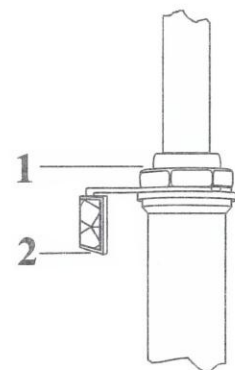

Рис.6
2. Снимите гайку 1 (Рис. 6) с рулевой колонки.